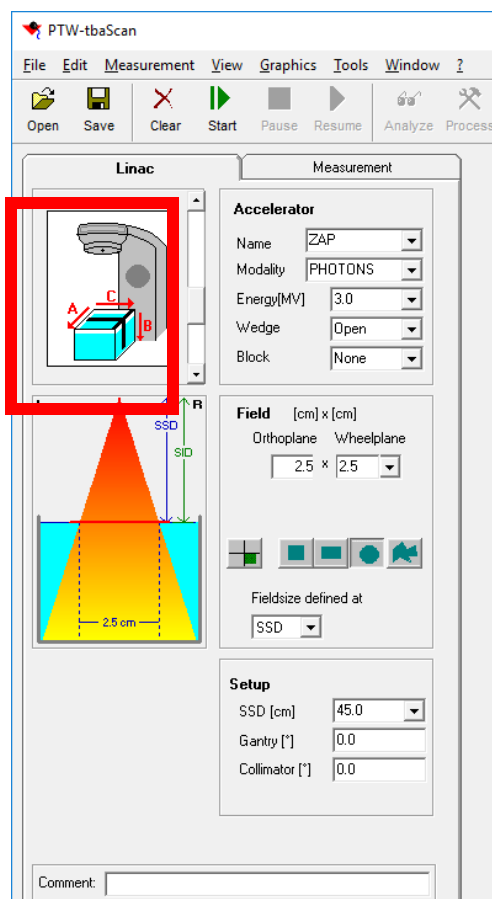

図 1-15. Linac タブ
- c. **OK** をクリックして進み、Linac タブで表示される情報（例では、25 mm cone）を入力します。画面には 2.5 cm × 2.5 cm と表示されます（図 1-15 を参照）。
- Linac タブで、照射野寸法を 2.5 cm x 2.5 cm に設定します（図 1-15 の例を参照）。